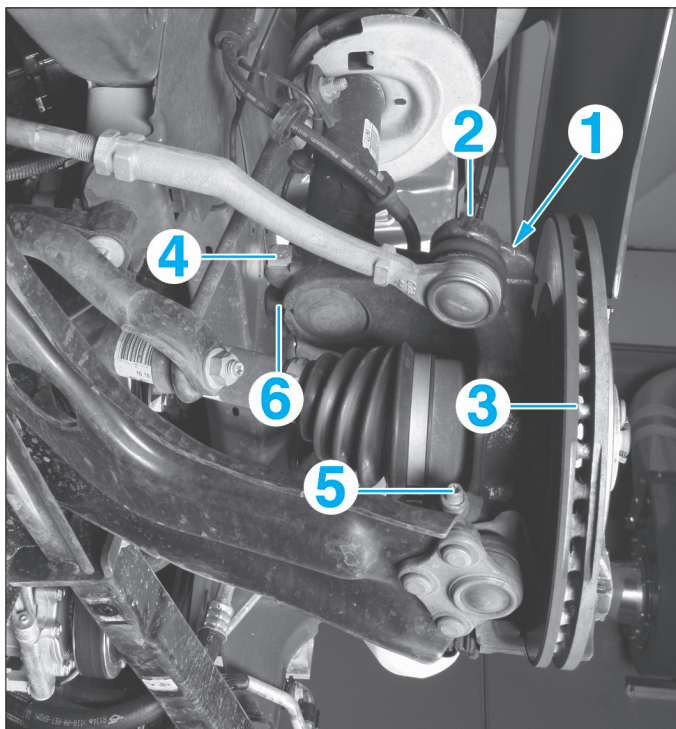

FIG. 22
- le capteur de vitesse de roue (1) (Fig.22),
- l'écrou (2) de rotule de direction.